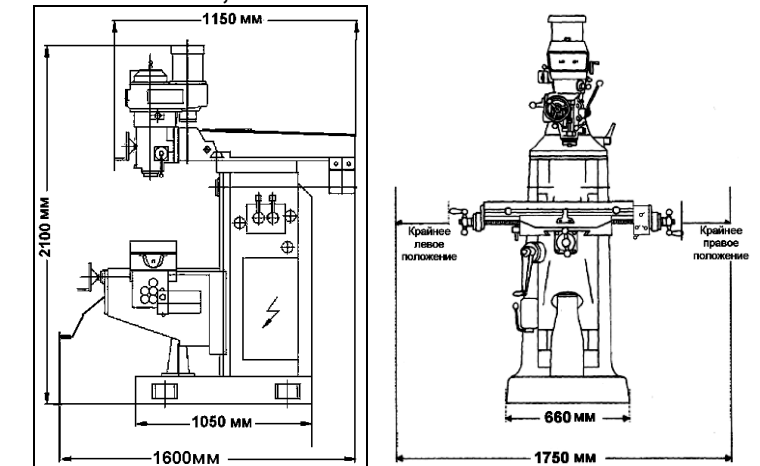

Рис.2
5. РАСПАКОВКА И МОНТАЖ СТАНКА, Рис.2+4